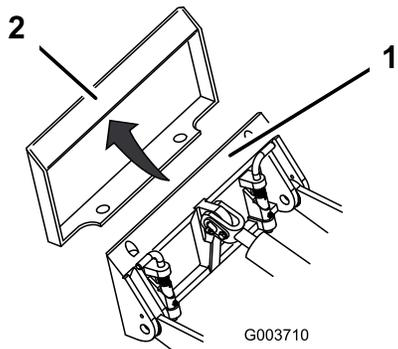

Рисунок 32
4. Расположите монтажную пластину в верхнем выступе приемной пластины навесного оборудования (Рисунок 32).